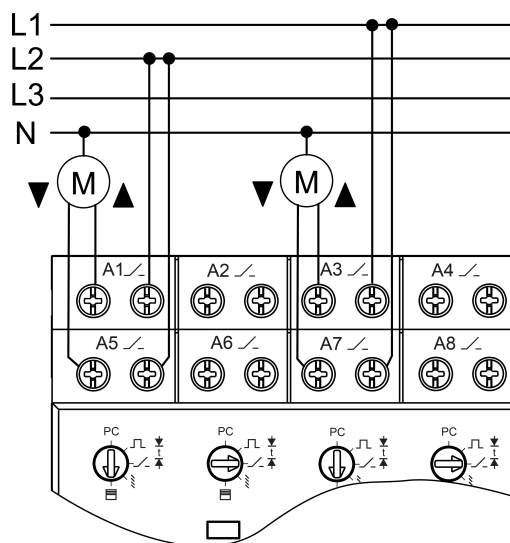

Figura 5: Esempio di collegamento tasti veneziana
- Collegare i carichi secondo l'esempio relativo ai tasti veneziana (figura 5).